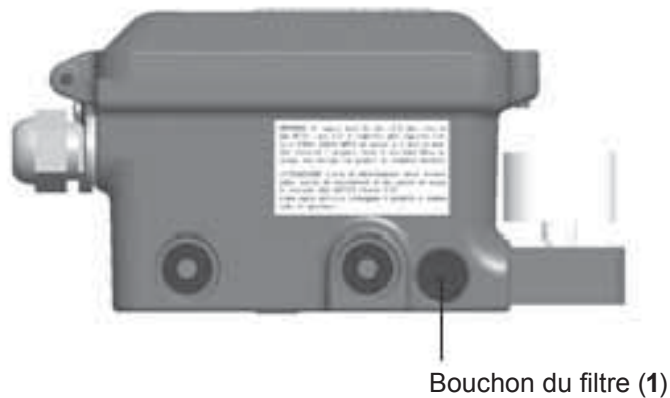

Fig. 44
- Dévisser le bouchon du filtre (1) du boîtier du SP400 en utilisant une clé Allen de 5 mm (voir Fig. 44).